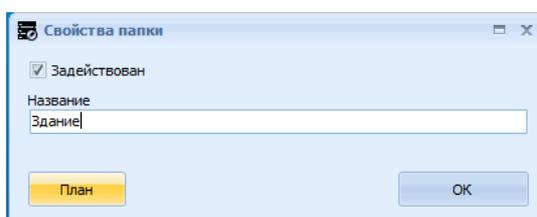
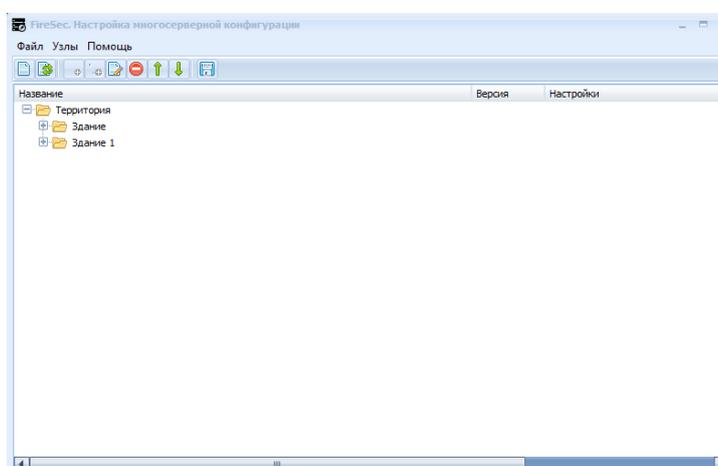

Рисунок 32.3 Окно «Свойства папки»
Рисунок 32.5 Создали структуру папок
- 2) Создать структуру групп серверов. С помощью кнопки  панели инструментов добавить папки, в которые будут сгруппированы сервера. При добавлении папки откроется окно «Свойства папки», в котором следует ввести название папки, установить флажок «Задействован», и при необходимости добавить план, нажав кнопку **План** (Рисунок 32.3, Рисунок 32.5).